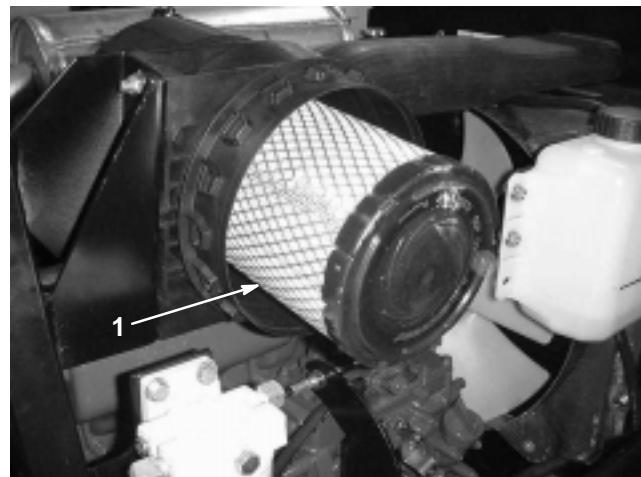
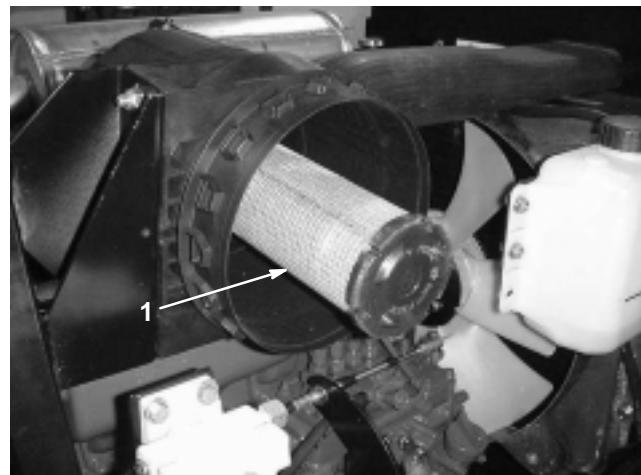

Bild 29
Bild 30
2. Schieben Sie den Hauptfilter (Bild 29) vorsichtig aus dem Luftfilterkörper heraus, damit möglichst wenig Staub aufgewirbelt wird. Vermeiden Sie ein Anstoßen des Filters am Filterkörper. Entfernen Sie den Sicherheitsfilter **nicht** (Bild 30).
**Wichtig** Versuchen Sie nie, den Sicherheitsfilter zu reinigen (Bild 30). Tauschen Sie den Sicherheitsfilter bei jeder dritten Wartung des Hauptfilters aus.